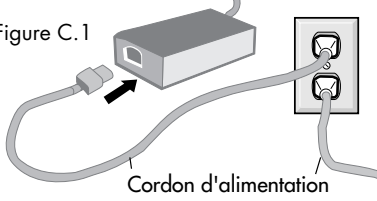

Figure E.1
4. Connectez une extrémité du câble d'alimentation sur l'adaptateur CA et l'autre extrémité sur la prise de secteur (**Figure E.1**).